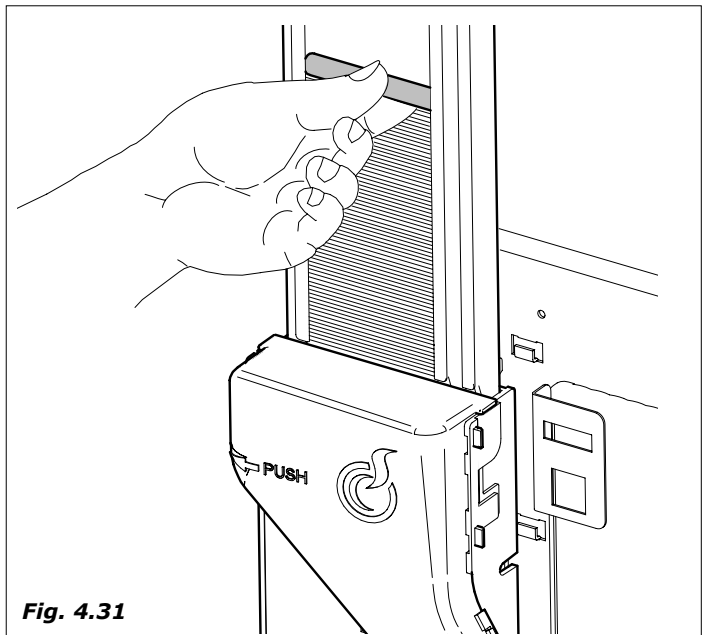

Fig. 4.31
- al completar la carga, colocar de nuevo el peso metálico (Fig.4.31).